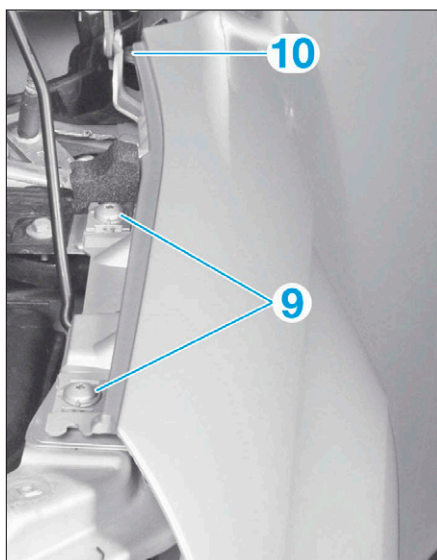

FIG. 18
- Déposer les vis (9) en tournant d'un quart de tour (Fig.18).
- Déposer les vis (10).